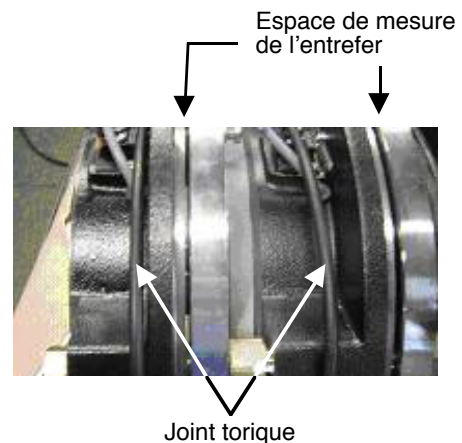

Fig. 4
- Enlever le joint torique à l'aide d'un tournevis plat. Ne pas l'enlever complètement comme indiqué sur la figure 4.